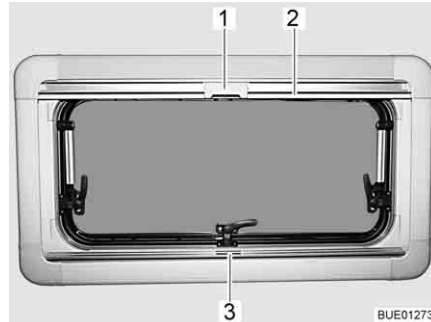

Bild 84 Ausstellfenster
- faltverdunklung in der Mitte der Griffleiste (Bild 84,3) fassen, von unten nach oben ziehen und auf der gewünschten Höhe loslassen. Die faltverdunklung bleibt in dieser Höhe stehen.
- Insektenschutzrollo an der Griffleiste (Bild 84,2) nach unten ziehen, bis es an der Griffleiste der faltverdunklung (Bild 84,3) anstößt.
- Raste (Bild 84,1) am Insektenschutzrollo mit der Griffleiste der faltverdunklung verriegeln.
- Raste (Bild 84,1) am Insektenschutzrollo oben nach hinten drücken.
- Insektenschutzrollo an der Griffleiste (Bild 84,2) langsam zurückführen.